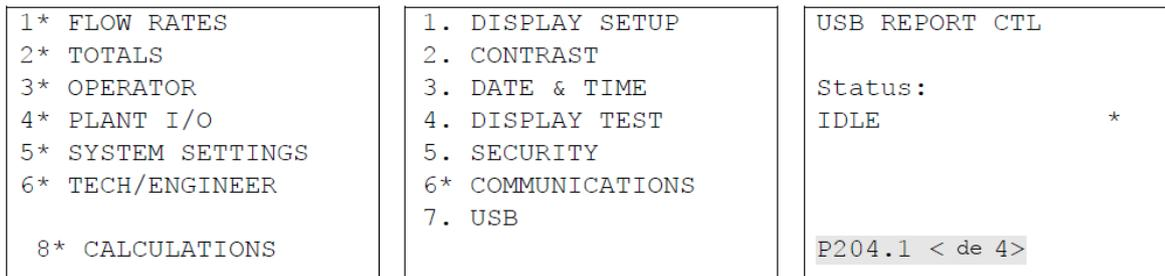

Figura 5-15. Menu de Controle de Registro USB
3. Selecione o **USB** do menu Tech/Engineer. O menu do Relatório de Controle USB exibe (veja a sequência de tela na *Figura 5-15*).